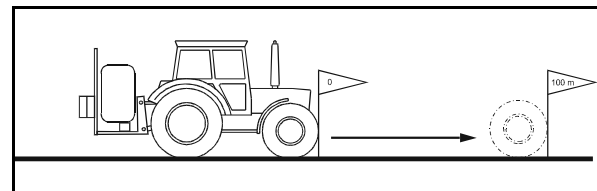

Fig. 43
2. Markieren Sie Anfangs- und Endpunkt (Fig. 43).